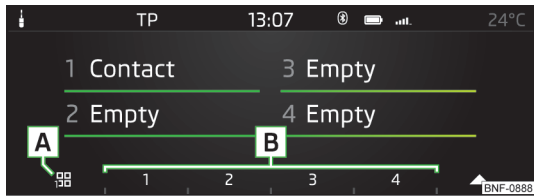

Fig. 115
- ▶ Apăsați de mai multe ori succesiv tasta funcțională A » fig. 115, pentru a selecta grupul dorit.
- ▶ Pentru inițierea realizării conexiunii, apăsați tasta funcțională a contactului dorit B » fig. 115.